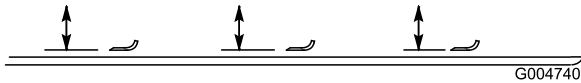

図 99
2. ブレードを手で回して前後方向に向ける (図 99)。カッティングユニットの天井から各ブレードの前端の切っ先までの距離を測る。この距離を記録する。